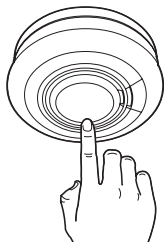

Abbildung 7
7. Drücken Sie den Testknopf bei jedem Warnmelder, um sicherzustellen, dass das Gerät funktioniert (Abbildung 7).
- Halten Sie den Testknopf gedrückt, bis der Alarm ertönt und die rote LED blinkt (siehe Abbildung 7). Der Warnmelder wird kurz nach dem Loslassen des Testknopfes verstummen.